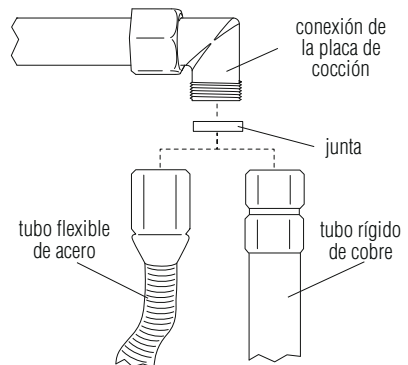

Fig. 6: conexión a la red de gas
**La conexión a la red de gas** puede ser efectuada **con un tubo rígido de cobre** o **con un tubo flexible de acero** a la pared continua y respetando las prescripciones establecidas por la norma en vigor [Fig. 6]. En todos los casos **cada tubo que se conecta a la red de gas debe poseer una llave de paso de seguridad.**